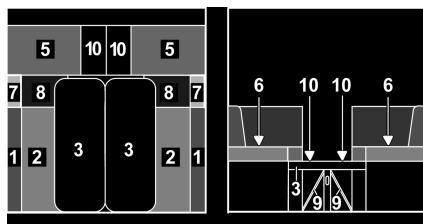

Fig. 138 Pendant la transformation
- Accrocher les planches de rallonge de banquette longitudinale (Fig. 138,6) et poser les coussins correspondants (Fig. 138,7 et 8) dessus.
- Convertir la table (Fig. 138,3) en sommier de lit (voir paragraphe 7.7).
- Tirer la poignée et ouvrir le rabat (Fig. 138,9) des rallonges de banquette.
- Rabattre les rallonges de banquette (Fig. 138,10) vers le haut et enclencher avec les rabats.